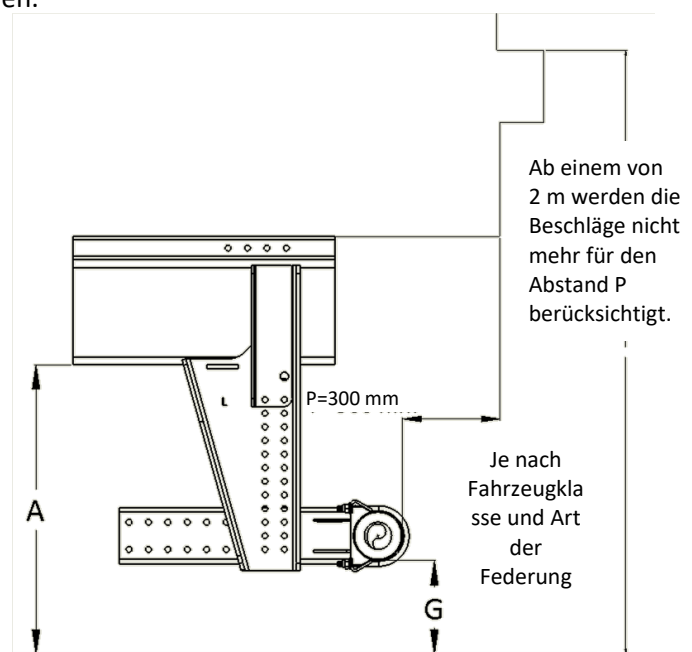

Abbildung 3
- Hydraulische/hydropneumatische Federung: $G \leq 450 \text{ mm}$ (siehe Abbildung 3) oder Böschungswinkel unter 8° : max. 550 mm.
- Andere Federungssysteme: $G \leq 500 \text{ mm}$ (s. Abb. 3) oder Böschungswinkel unter 8° : max. 500 mm.
- Die Positionierung des Unterfahrschutzes muss so erfolgen, dass eine Bodenfreiheit von $G \leq 550 \text{ mm}$ gewährleistet ist (s. Abbildung 3).
- Halten Sie die zulässigen Höchstabstände **A** und **G** für die Bodenfreiheit des Profils ein (s. Abbildung 3).
- Den Arm (5) je nach gewählter Einstellung platzieren (siehe vorherige Seite und Abbildung 3).
- Positionieren Sie den Haltearm an der Befestigungsplatte und befestigen Sie ihn anschließend mit 2 Schrauben M14 Klasse 10.9 min. (10), 4 Unterlegscheiben (11) und 2 Muttern M14 Klasse 10 (12).
- Kontrollieren Sie den korrekten Abstand zwischen Rohrmitte und Fahrbahnoberfläche (siehe Abbildung 3).
- Ziehen Sie die 2 Muttern Klasse 10 (12) mit dem in Tabelle 1 genannten Anzugsmoment fest.
- 2 weitere Schrauben M14 Klasse 10.9 min. (10), 4 Unterlegscheiben (11) und 2 Muttern M14 Klasse 10 (12) anbringen.
Der Haltearm kann mehr oder weniger stark angewinkelt angebracht werden, solange die Abstände P und G eingehalten werden (siehe Abb. 3).